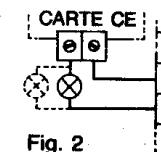

Fig. 2
- 3.C) Raccorder au bornier à deux pôles placé sur cette carte la ou les lampes de 220 V. (Fig. 2).